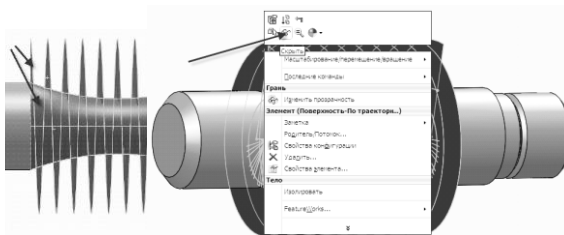

Рисунок 4.6
15. Оберіть на панелі інструментом «Эскиз» → **3D эскиз** → і приховуйте гвинтову грань (рис. 4.6).